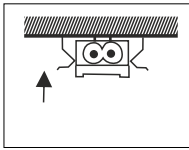

Рис.2
3. Вставьте светильник в держатели до щелчка. Убедитесь что светильник надежно закреплен. (рис.2).